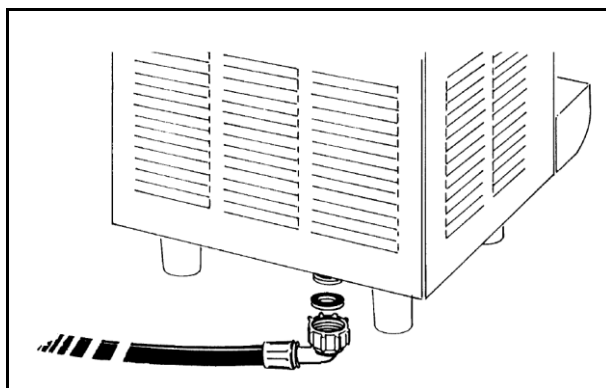

Fig. 16
- Avvitare in modo sicuro, ma senza esercitare forza eccessiva, onde evitare il rischio di incrinare i raccordi, la ghiera filettata sull'attacco acqua situato nella parte posteriore dell'apparecchio (Fig. 16).